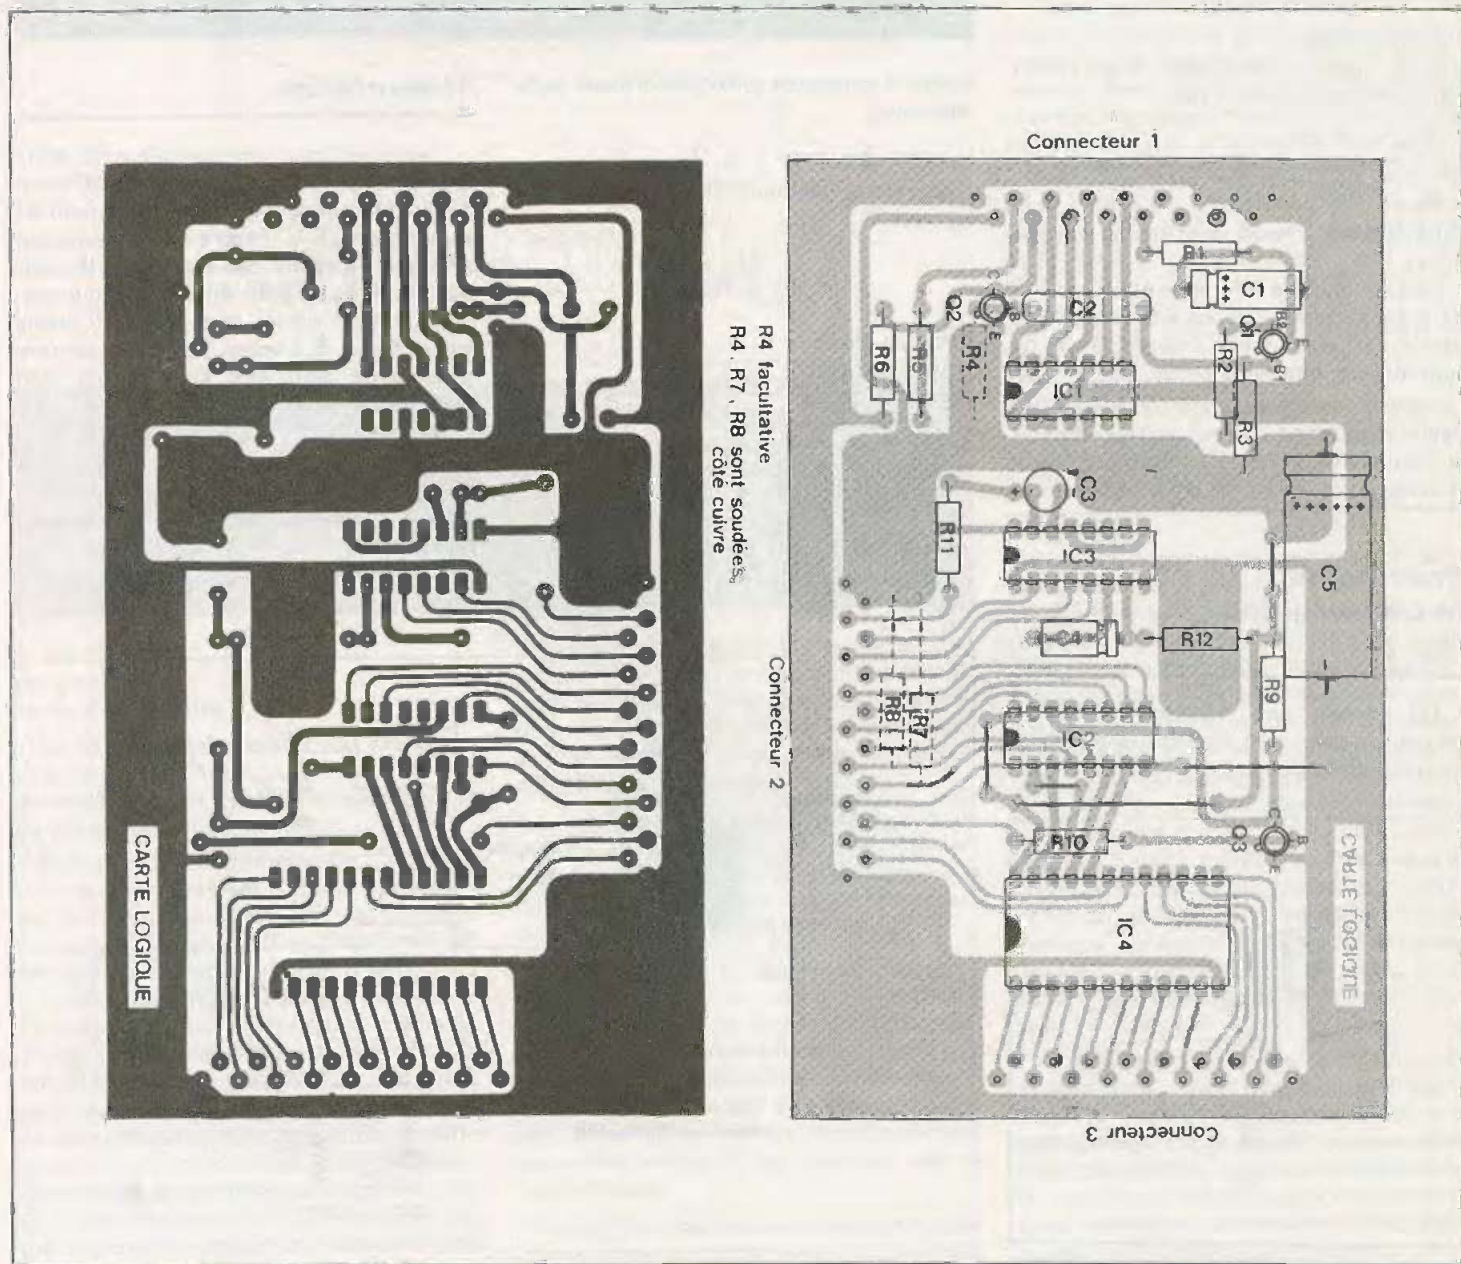

Fig. 8. et 9. – Le tracé du circuit imprimé est précisé grandeur nature pour une meilleure reproduction. On veillera à la bonne position des circuits intégrés.
– un pour la partie logique (fig. 8) avec l'implantation des composants figure 9 ;